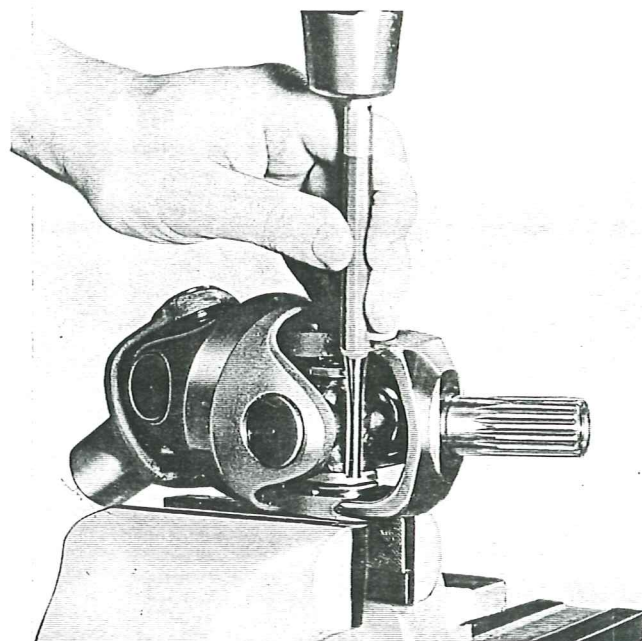

Fig. 16
2. Driv med hammare och dorn ut nållagren. Se fig. 16. Tag ut axelkorset.